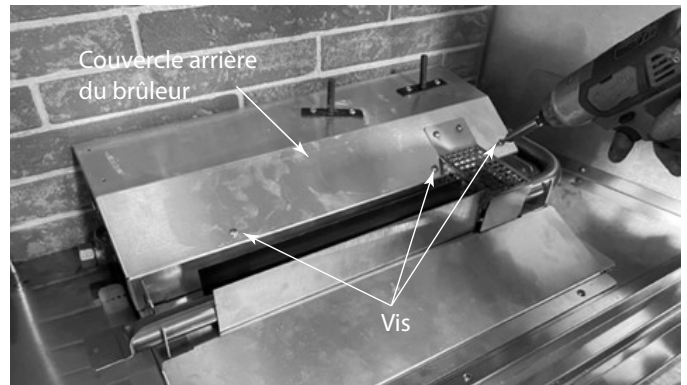

Figure 8.2
3. Pour retirer le réfractaire arrière, il est nécessaire de retirer le couvercle arrière du brûleur. Retirez les (3) vis fixant le couvercle, soulevez le couvercle pour le retirer et mettez-le de côté. Voir la figure 8.2.